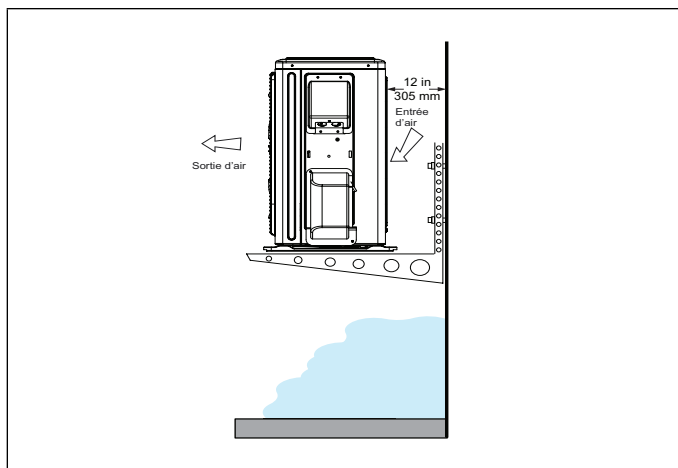

Figure 16. Unité extérieure sur supports au-dessus du niveau de la neige
- La base de l'unité doit être située au-dessus du niveau moyen de la neige comme illustré à la «Figure 16. Unité extérieure sur supports au-dessus du niveau de la neige».